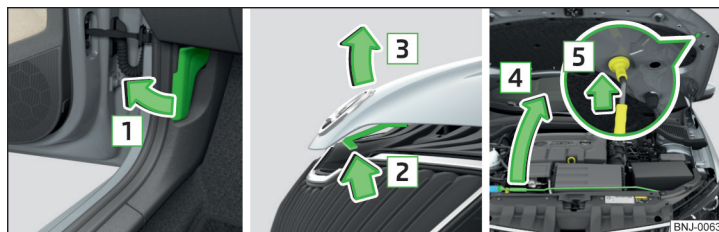

Fig. 167 Abrir el capó
- Abra la puerta delantera y tire de la palanca de desbloqueo ubicada debajo del tablero de instrumentos en el sentido de la flecha 1 » fig. 167.